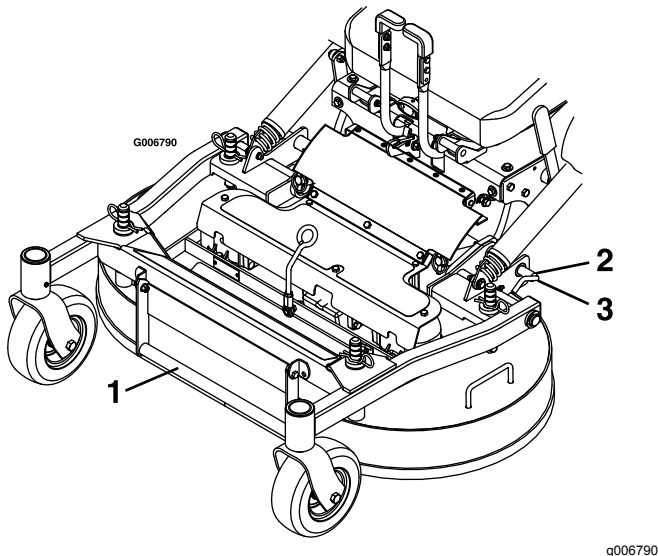

Figura 11
5. Rilasciate i perni di bloccaggio del piatto di taglio su ciascun lato (Figura 11).
4. Spingete i perni di bloccaggio del piatto all'interno e ruotateli in avanti per bloccare saldamente il piatto di taglio in posizione abbassata (Figura 11).